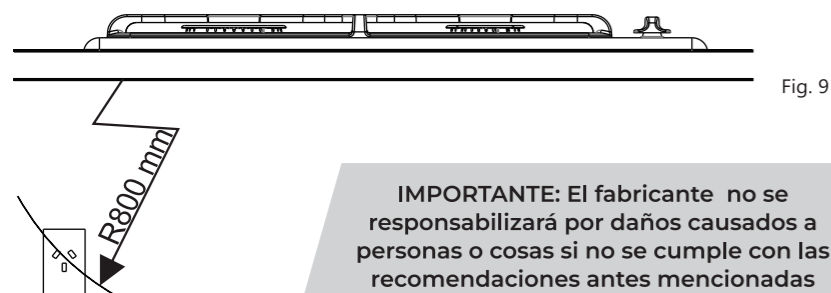

Fig. 9
- ✗ El tomacorriente debe estar en lo posible por debajo del anafe. (Ver fig 9).